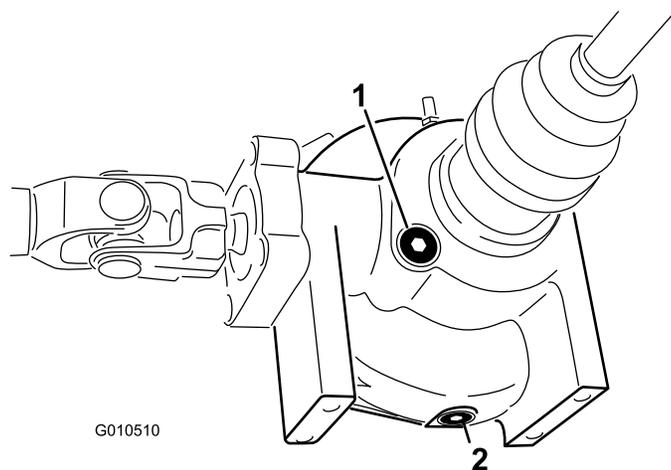

Bild 43
4. Reinigen Sie den Bereich um die Füll-/Prüfschraube seitlich am Differenzial (Bild 43).
4. Reinigen Sie den Bereich um die Ablassschraube an der Seite des Differenzials (**Bild 43**).